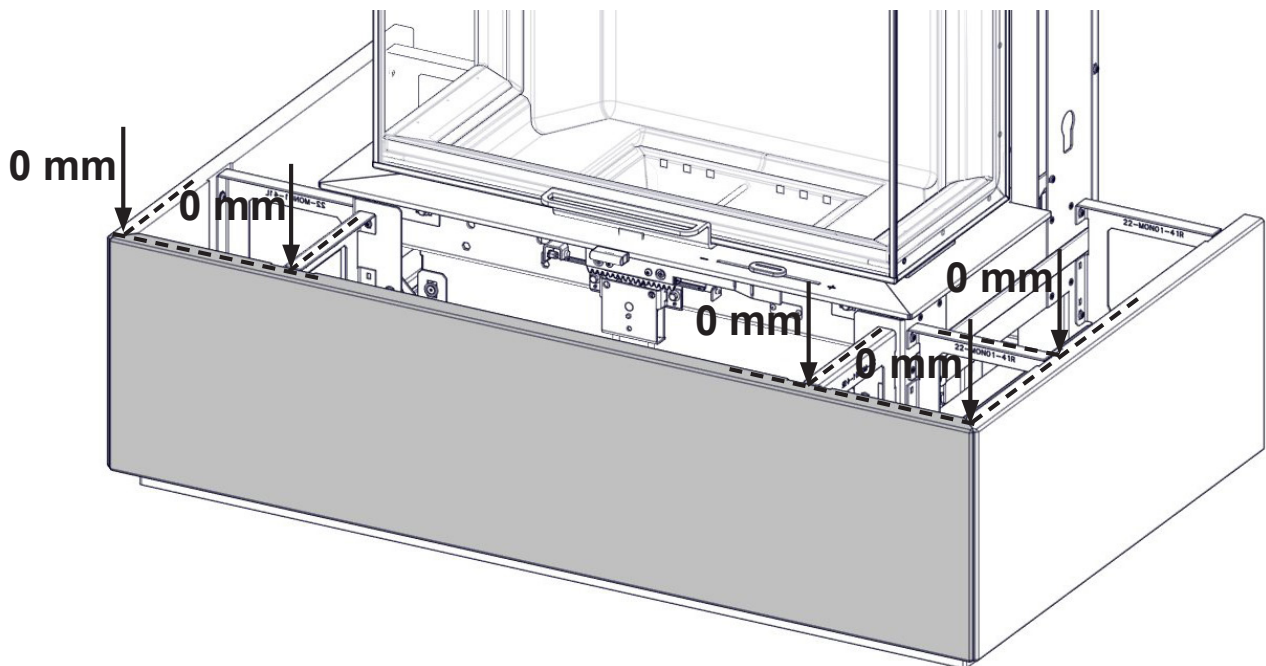

FIG 34
**NO:** Før endelig festing av stålrammen. Monter en benk og midtre sideplater, for å se hvordan tilstøtende overflater og kanter passer til hverandre. monteringen av benken og plater er vist i FIG 27 - FIG 34.
**GB:** Prior to final fixing of a supporting skeleton, assemble a bench and middle side plates, in order to see how adjacent surfaces and edges fit to each other. Assembling of the bench and plates is shown on FIG 27 - FIG 34.